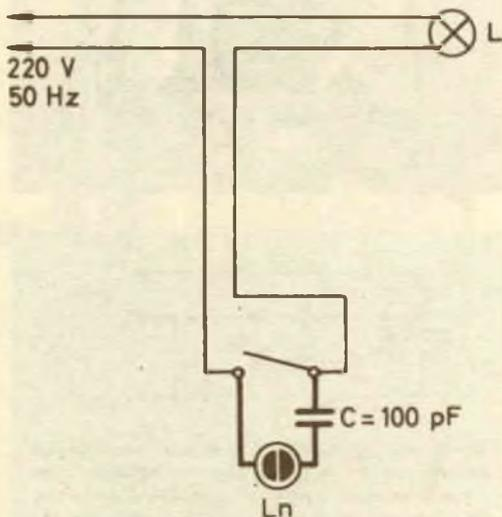
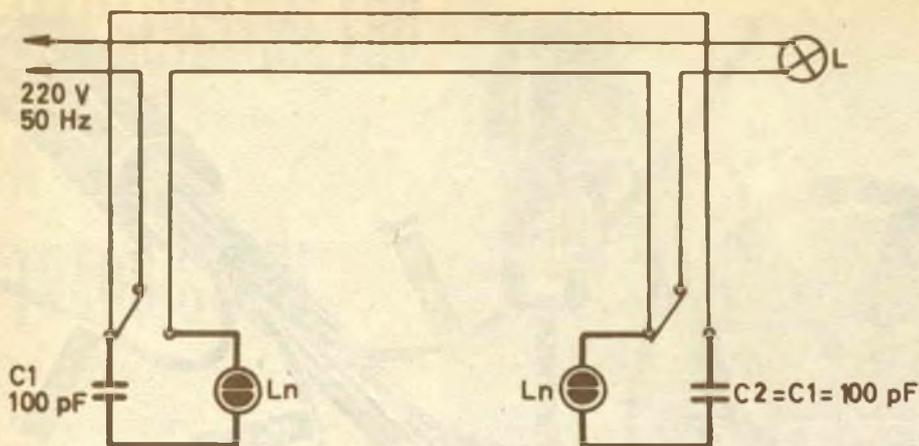
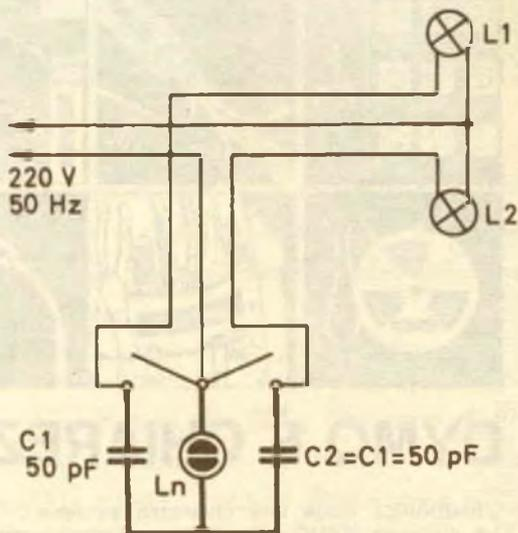

Fig. 1 - Impianto d'interruzione.
Fig. 2 - Impianto di deviazione.
Fig. 3 - Impianto di commutazione.
Nella *fig. 1*, nella *fig. 2* e nella *fig. 3* sono riportati gli schemi da seguire a seconda che si tratti di un impianto d'interruzione, di deviazione, o di commutazione. Di ogni schema la parte più marcata rappresenta la modifica da apportare all'impianto.
**Funzionamento** - Premettendo che, per far assumere una piccola luminosità alla lampadina al neon, è sufficiente una corrente estremamente piccola, il funzionamento è semplice, come risulta dagli schemi. Nella *fig. 1*, con interruttore aperto, Ln è accesa perché il circuito è chiuso attraverso L, C e Ln; la corrente che attraversa questi tre elementi in serie è quella necessaria a far accendere Ln (e non L). Quando invece l'interruttore è chiuso, il circuito è chiuso attraverso L soltanto, mentre Ln e C sono cortocircuitati, per cui la stessa Ln è spenta.
Seguendo il circuito della *fig. 2*, si nota che ambedue le lampade al neon Ln sono accese quando L è spenta, mentre sono ambedue spente quando L è accesa.
Nello schema della *fig. 3* si ha sempre lo stesso risultato, però con un particolare: accendendo un gruppo di lampade (esempio L1), la luminosità di Ln si riduce e si annulla completamente quando i due
**Come funziona** - L'emitter-dipper, come si vede dalla *fig. 1*, ha due semplici circuiti a transistori: un oscillatore Colpitts (Q1) ed un ripetitore d'emettitore (Q2). Il condensatore variabile C1 consente la variazione della frequenza e qualsiasi frequenza entro la gamma può essere rapidamente ottenuta. I condensatori C2 e C3 formano la rete di reazione per sostenere le oscillazioni. Il condensatore Cx, montato in quattro delle cinque bobine ad innesto, concorre a stabilire l'adatto livello di reazione per ogni banda di frequenze.